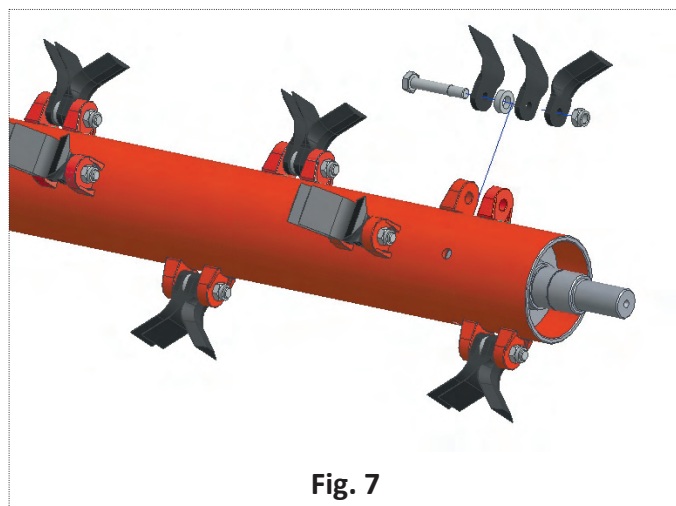

Fig. 7
- Quitar la tuerca 1 (Fig. 7) del perno que fija el martillo gastado, prestando atención en la fase de montaje, de volver a posicionar el martillo nuevo en la misma posición
- Quitar la tuerca 1 (Fig. 7) del perno que fija las cuchillas gastadas, prestando atención a los distintos componentes y en particular a la posición de los distanciadores 2 (Fig. 7), en la fase de montaje, volver a posicionar las cuchillas nuevas y los componentes en la misma posición